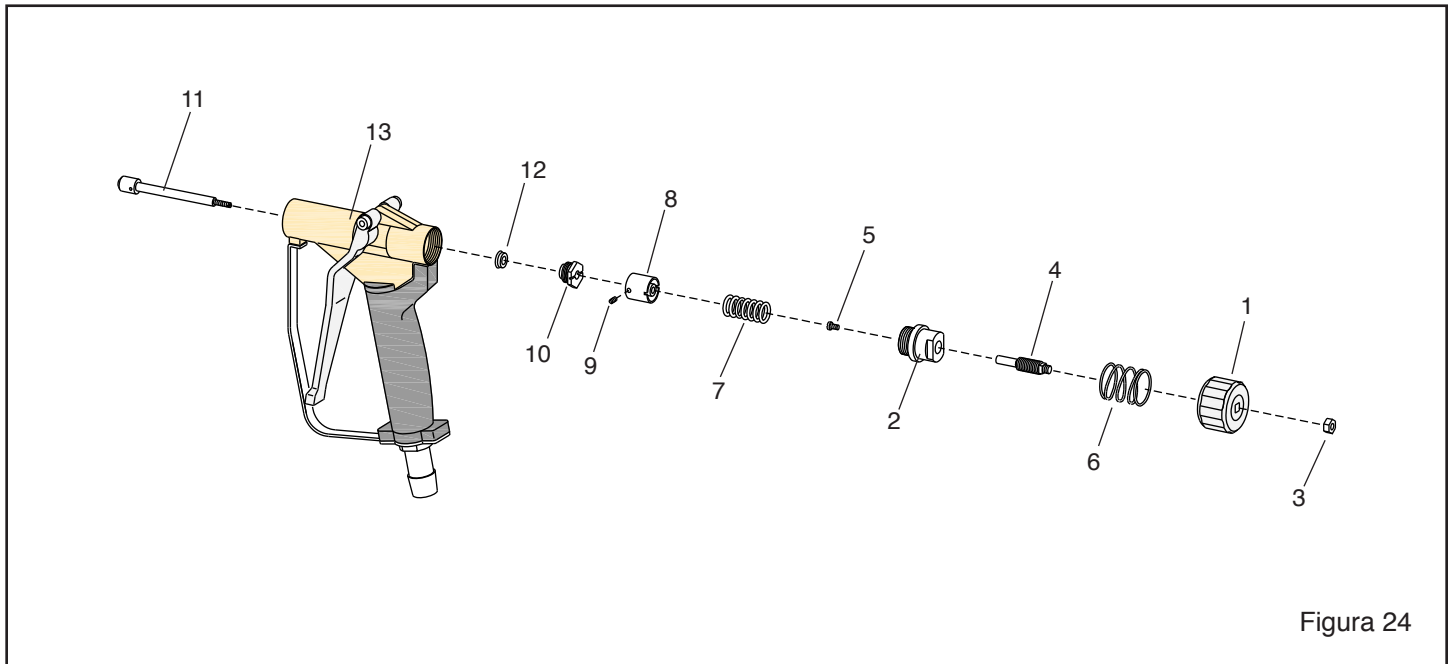

Figura 24
9.6 Pistola y Gatillo - Figura 24